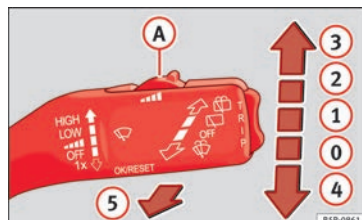

Fig. 69 Palanca del limpiacristales.
La palanca del limpiacristales » fig. 69 tiene las siguientes posiciones:
• Si se detiene el vehículo estando el limpiaparabrisas funcionando en la posición **2** » fig. 69 o en la posición **3**, comenzará a funcionar automáticamente en una posición inferior. Si el vehículo reinicia la marcha, el limpiaparabrisas seguirá funcionando en la posición seleccionada originalmente.